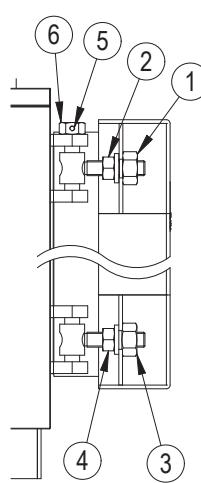

fig. 10
5.6.2 Pour les modèles PREXTERM RSW 720N÷1060N (Fig. 10)